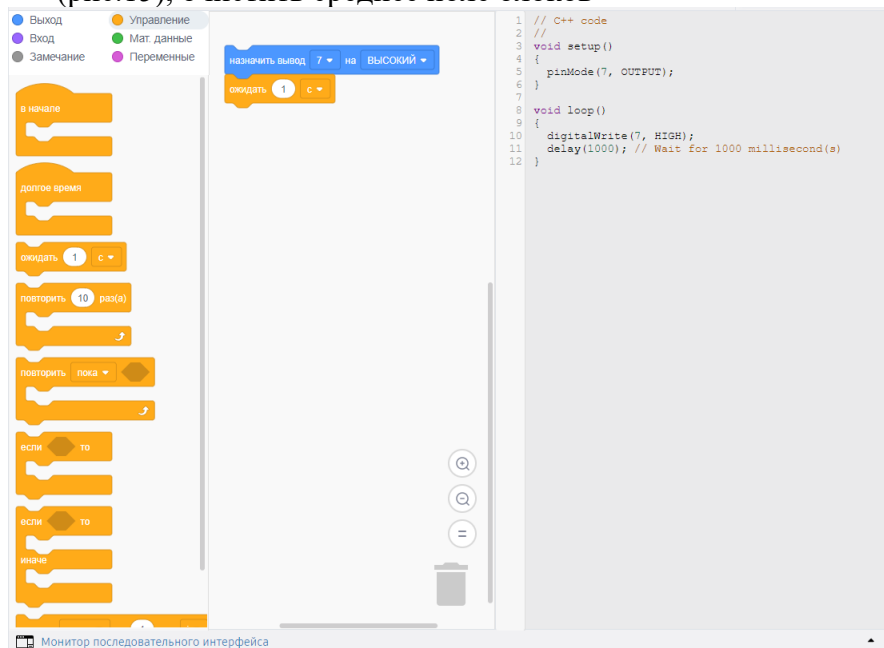

Рис. 16 – элементы программирования
3. Собрать схему из блоков (рис. 16), вставляя блоки прописывается код в правом крайнем окне.